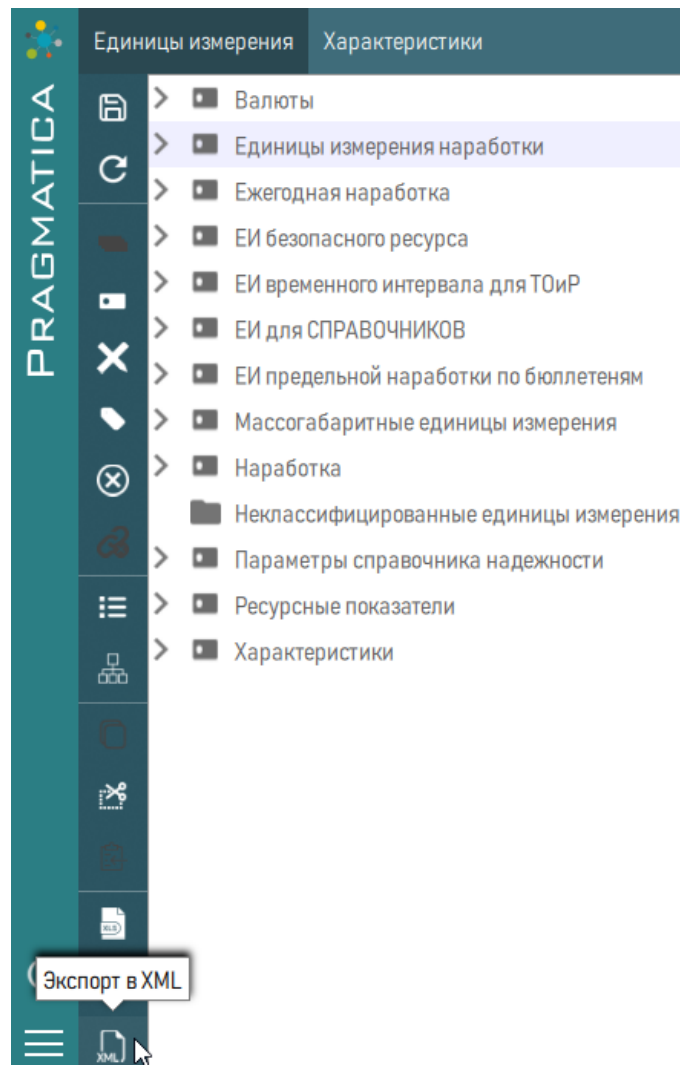

Рисунок 51 – Сохранение справочника единиц измерения в файл формата XML
1) Открыть в рабочее окно «Редактор единиц измерения», в секции рабочей панели нажать кнопку  «Экспорт в XML» (рисунок 51). При необходимости предварительно выбрать один или несколько элементов справочника.